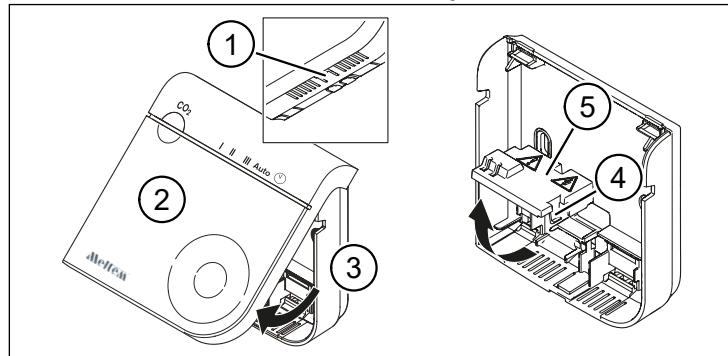

Fig. 2 : Retrait du couvercle et du capot de sécurité
- ▶ Appuyez sur l'ergot (pos. 1 dans Fig. 2) sur la partie inférieure du boîtier (pos. 3 dans Fig. 2) et retirez le couvercle (pos. 2 dans Fig. 2) du boîtier.
- ▶ Appuyez sur le crochet d'encliquetage (pos. 4 dans Fig. 2) à l'aide d'un petit tournevis pour vis à fente et relevez le capot de sécurité (pos. 5 dans Fig. 2).
- ▶ Rabattez le capot de sécurité (pos. 5 dans Fig. 2) jusqu'à l'entendre s'encliquer.